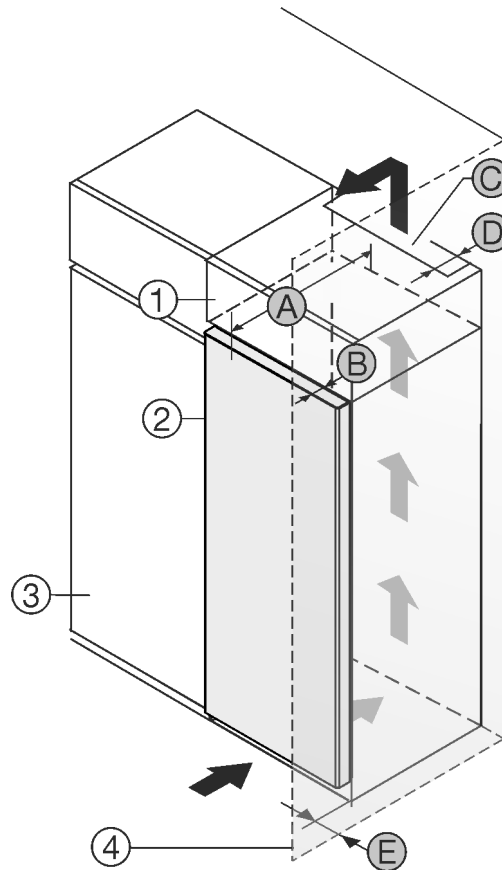

Fig. 1
Prietaisą galite statyti iš karto šalia virtuvės spintelės Fig. 1 (3)*.
Galinėje uždedamos spintelės pusėje turi likti tarpas ventiliacijai, kurio gylis Fig. 1 (D) būtų per visą uždedamos spintelės plotį.*
Po patalpos lubomis turi būti laikomasi vėdinimo angos skerspjūvio Fig. 1 (C)*.
Jei prietaisas su lankstais statomas greta sienos Fig. 1 (4), mažiausias atstumas tarp prietaiso ir sienos turi būti 13 mm.*
Kad durys atsidarytų iki galo, palyginti su šaldytuvo priekiu, prietaisas turi išsikišti bent per savo durų gylį Fig. 1 (B). Priklausomai nuo virtuvės spintelių Fig. 1 (3) gylio ir atstumą iki sienos nustatančių detalių naudojimo, prietaisas gali išsikišti daugiau.*